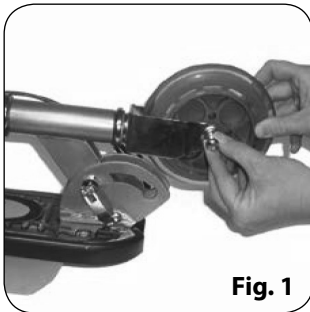

Fig. 1
2. Nehmen Sie das Vorderrad und montieren Sie es auf den vorderen Rollergabeln. Siehe Fig. 1